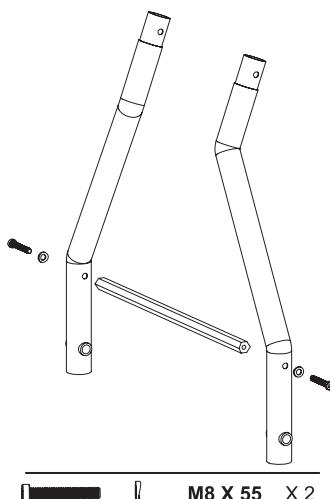

Рис. 4 Сборка передней опоры LSH5001Н
- Соберите переднюю опору. Соедините левую и правую передние стойки (Рис. 4).